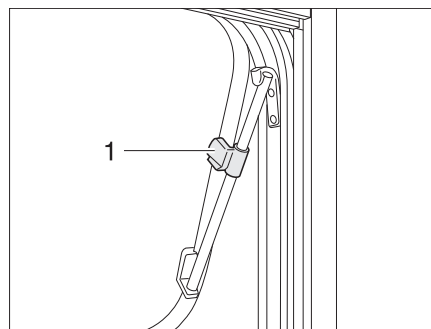

Fig. 36 Ventana abatible con soportes giratorios, abierta
- Abrir la ventana abatible hasta la posición deseada y fijarla con el botón moleteado (Fig. 36,1).
- Girar el botón moleteado (Fig. 36,1) hasta que se libere el bloqueo.